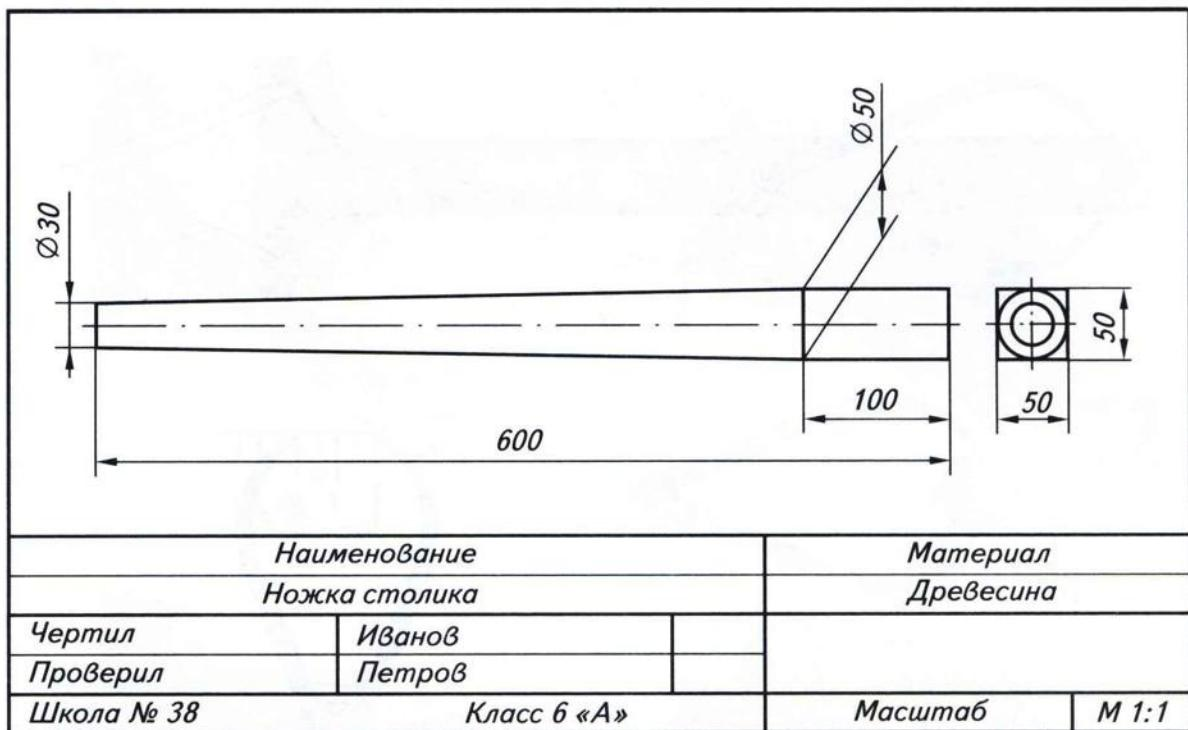

Рис. 17. Чертёж детали «ножка столика для балкона» (см. рис. 6, ∂)
1. Получите у учителя заготовки для изготовления детской лопатки (см. рис. 14), деталей пирамидки (см. рис. 6, а), штанги карниза для кухни (см. рис. 6, в), стойки карандашницы (см. рис. 6, г), ручки садового рыхлителя (см. рис. 4, в), ножки столика (см. рис. 17) или подготовьте заготовки для своего проектного задания, если в изделии имеются детали цилиндрической или конической формы.